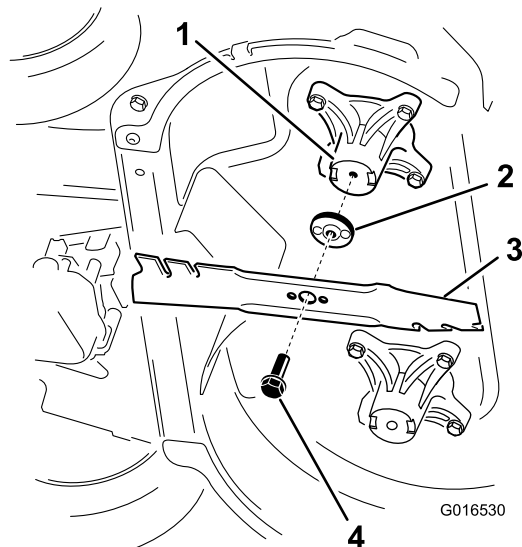

Figura 37
2. Retire cada lâmina como se mostra na Figura 37.
1. Instale a primeira lâmina de forma a que esteja na horizontal, juntamente com todos os dispositivos de montagem como se mostra na Figura 37.